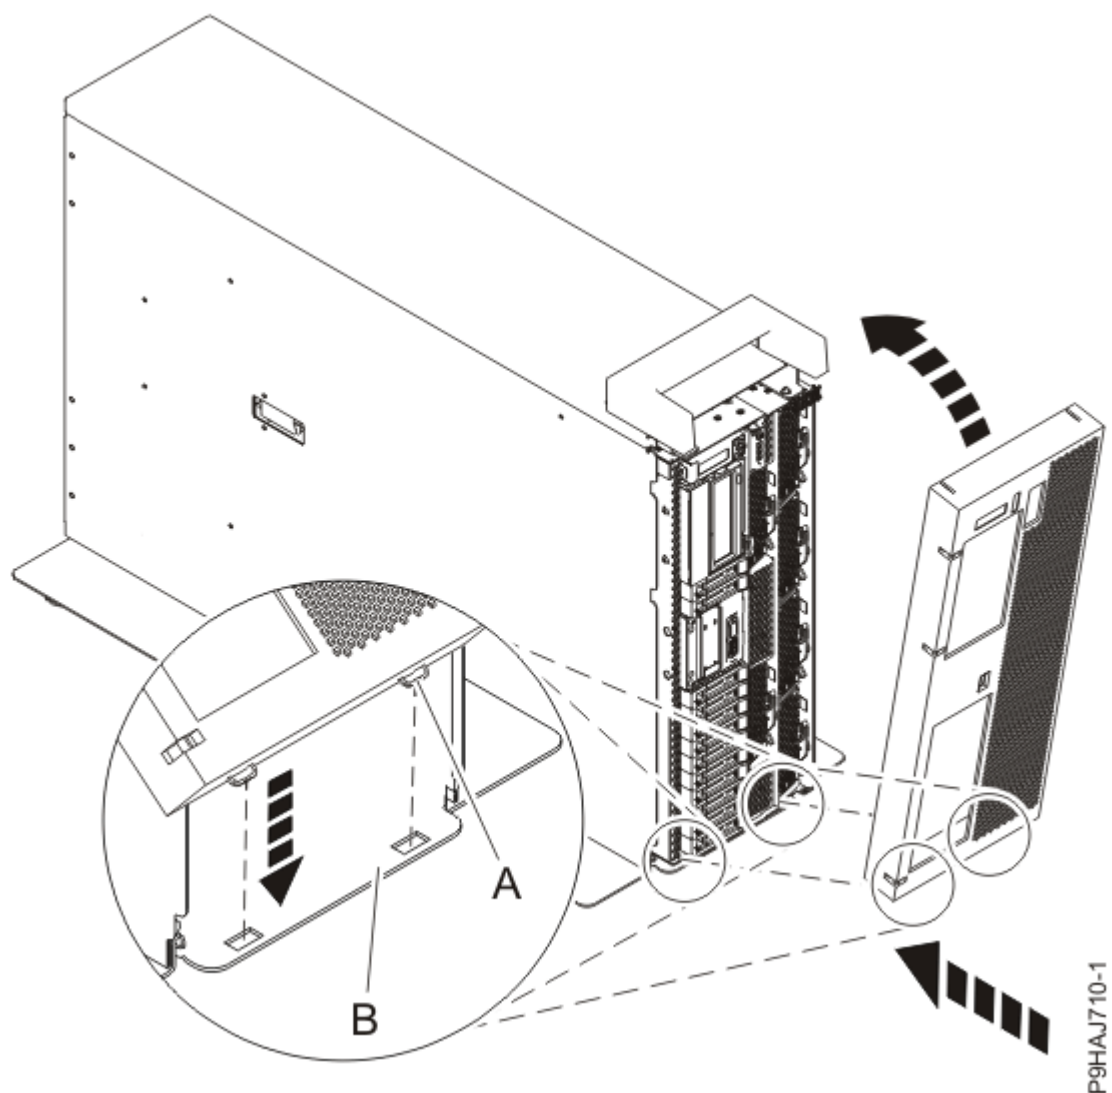

Figure 13. Installation du capot et du volet avant
- b) Alignez le capot jusqu'à ce que les deux pattes **(A)** soient placées dans les encoches de la plaque de base **(B)**, comme illustré dans la Figure 13, à la page 16.